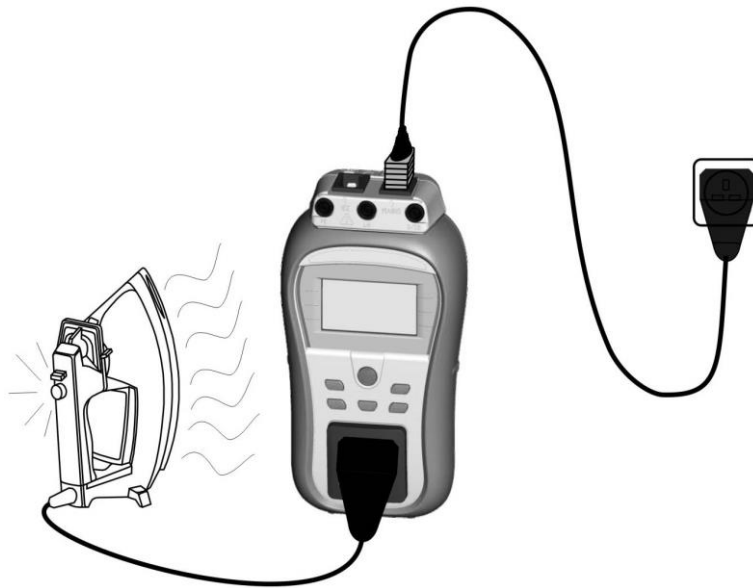

Abbildung 5.28: Messen des Differentialableitstroms
- Schließen Sie den Prüfling am Gerät an (siehe **Abbildung 5.28**).